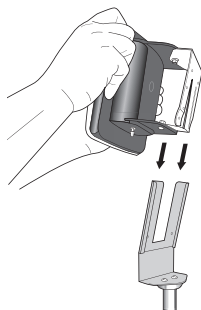

Fig. 9
9. Con cuidado deslice el reloj sobre el soporte, Fig 9. Preste atención al alinear correctamente los soportes y que el reloj no está sujeto con tornillos u otros herrajes.